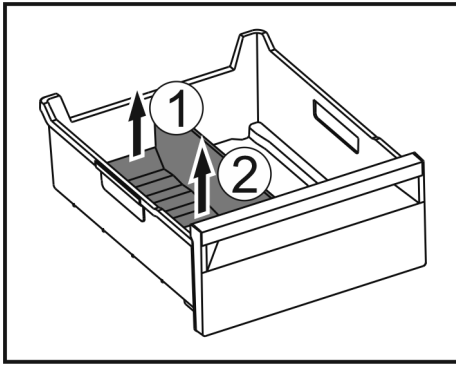

Fig. 155
- ▶ Hinteren Teil des Eisfach-Trenners anheben. Fig. 155 (1)
- ▶ Eisfach-Trenner nach oben entnehmen. Fig. 155 (2)